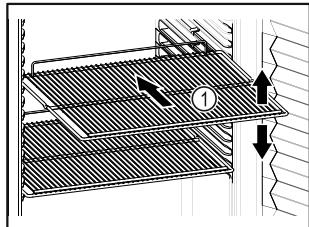

Fig. 62 例图
- 如果存放格栅 Fig. 62 (1) 可移动，则根据高度进行调整。